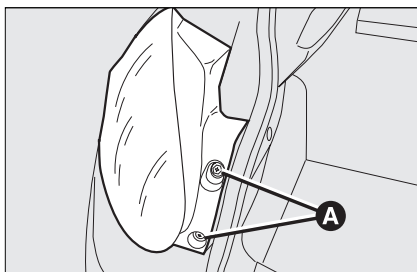

Рис. 27
- ☐ откройте дверь багажного отсека и отверните два винта **A**, **рис. 27**;